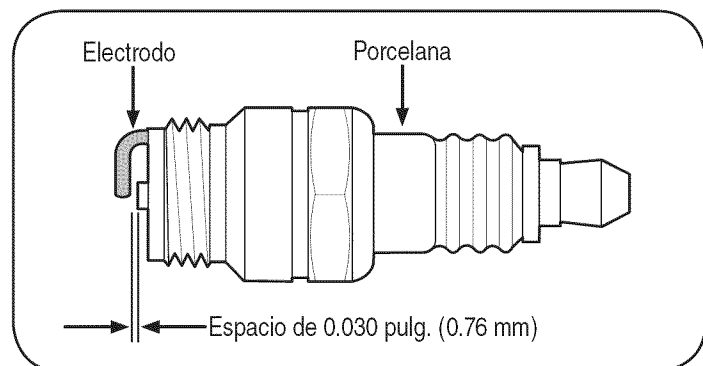

Figura 30
2. Saque e inspeccione la bujía. Verifique la separación para asegurarse de que está fijada en 0.030". Vea la Figura 30.